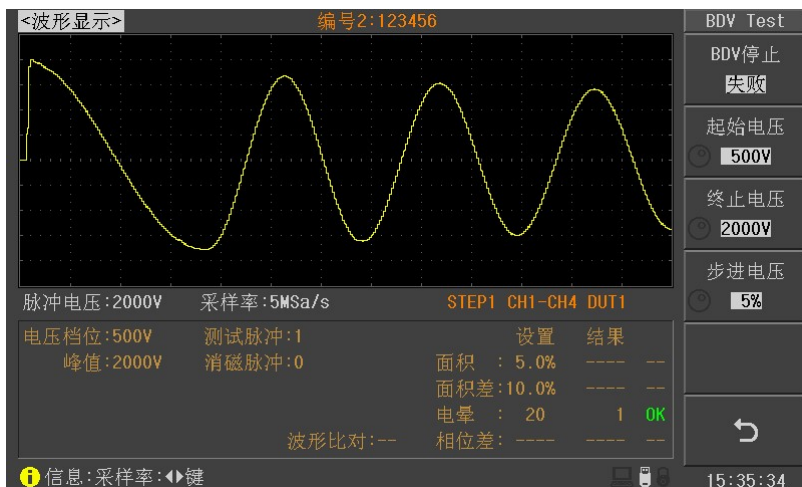

图 4-1-4-2 崩溃测试页面
**崩溃测试：** 崩溃测试是从设定的起始电压开始，以步进电压步进，以终止电压结束并结合电晕比较进行的一种测试，用于判别被测件的极限耐压值。将光标移动到测试电压位置，再按“崩溃测试”软键进入崩溃测试页面（如图 4-1-4-2）。